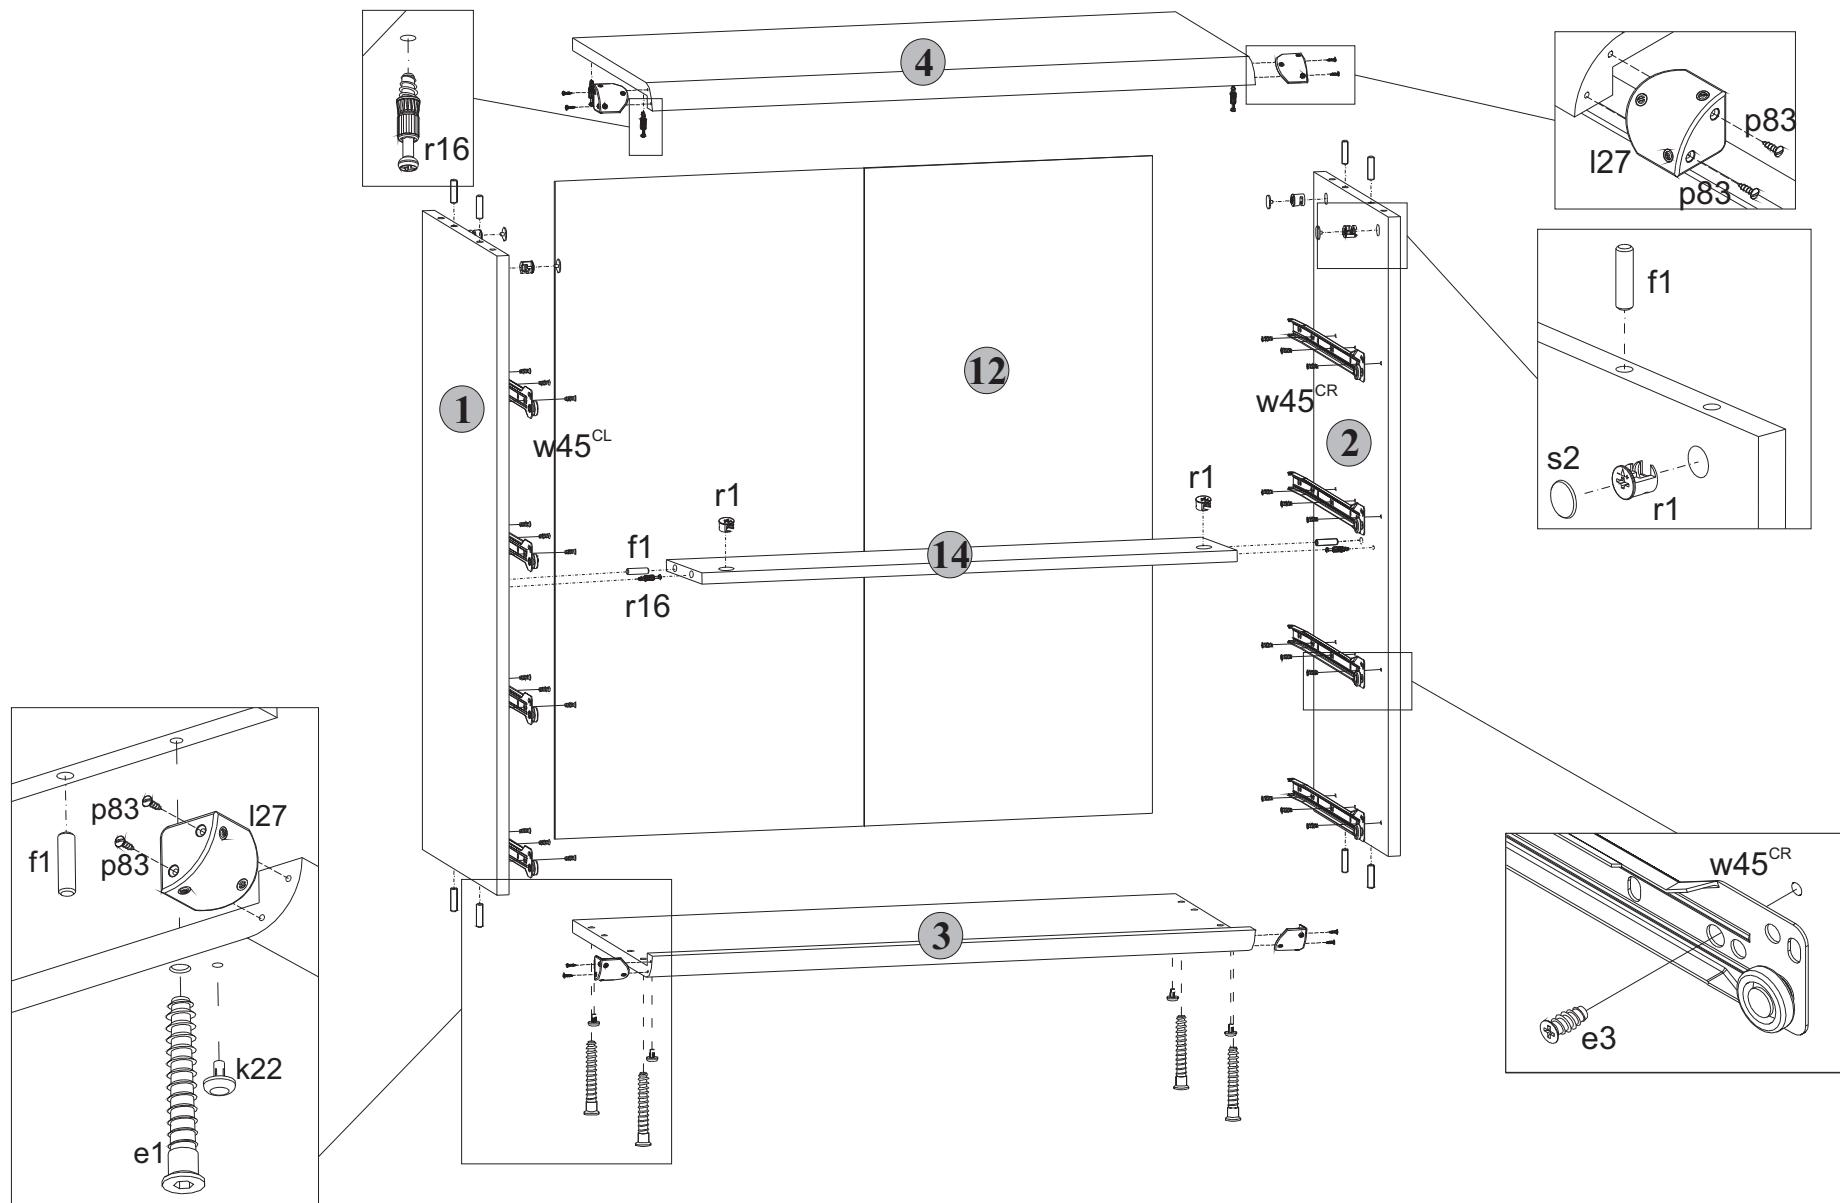

Рис. 2
5.4 На внутренних поверхностях стенок боковых **1**, **2** и цоколя **14** в отверстия диаметром **15 мм** вставить стяжки эксцентриковые **r1** (см.рис. 2).
5.5 В отверстия диаметром **5 мм** на нижней поверхности щита верхнего **4** вкрутить винты стяжки **r16**, пользуясь крестообразной отверткой (см.рис. 2).
5.6 В отверстия диаметром **4,5 мм** на нижней поверхности щита нижнего **3** вставить опоры полимерные **k22** (подпятники) (см.рис. 2).
5.8 К стенкам боковым **1** и **2** присоединить щит нижний **3** и стянуть еврошурупами **e1**, пользуясь специальным ключом **z1** из комплекта фурнитуры (см.рис. 2).
5.2 В отверстия диаметром **8 мм** на верхних и нижних кромках стенок боковых **1** и **2**, а также в боковых кромках цоколя **14** вбить деревянные шканты **f1** (см.рис. 2).